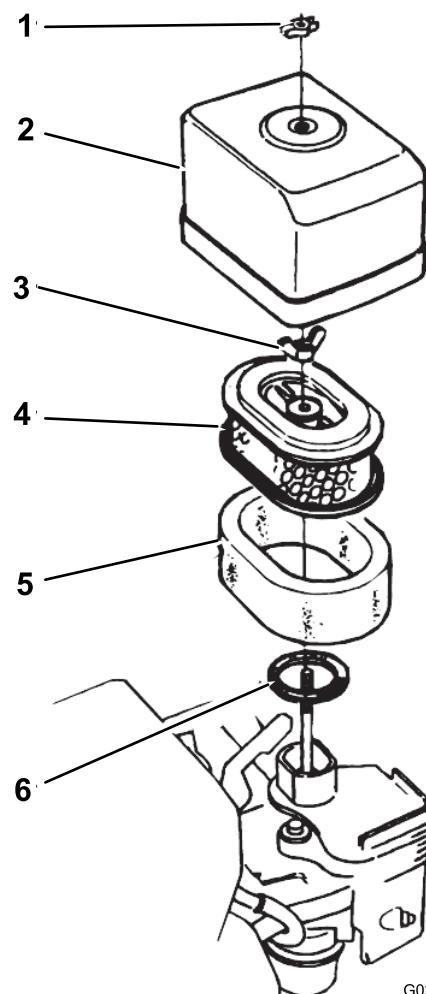

図 16
2. エアクリーナカバーをエアクリーナ本体に固定している蝶ナットを取り、カバーを外す図 16。
4. エアフィルタの蝶ナットを取り、フィルタを外す図 16。
5. ペーパーフィルタからスポンジフィルタを外す図 16。